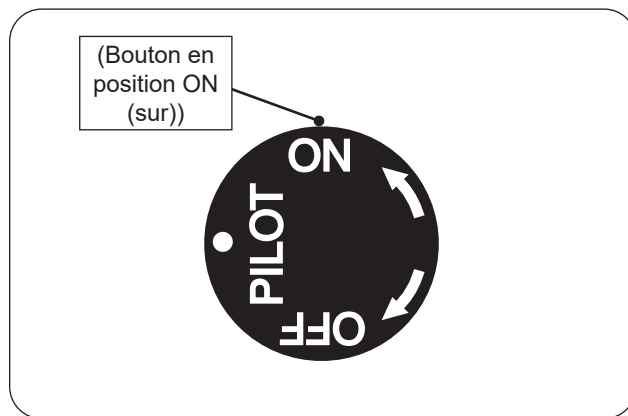

Fig. 52-1 Éclairage manuel
1. Assurez-vous que la veilleuse brûle. Tournez le bouton de commande du gaz dans le sens antihoraire sur ON (sur) pour allumer le brûleur (Fig. 52-1). La valve s'ouvrira et le brûleur s'allumera.